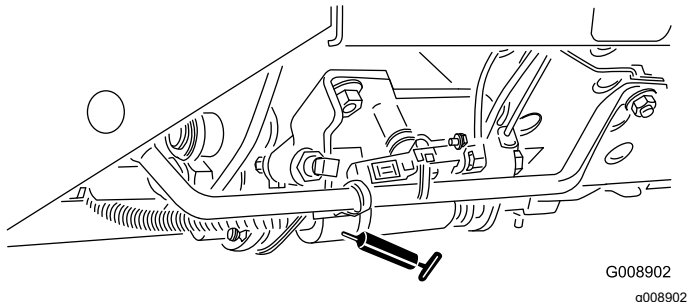

Figura 46
- Patilha Corte/Transporte (Figura 46)